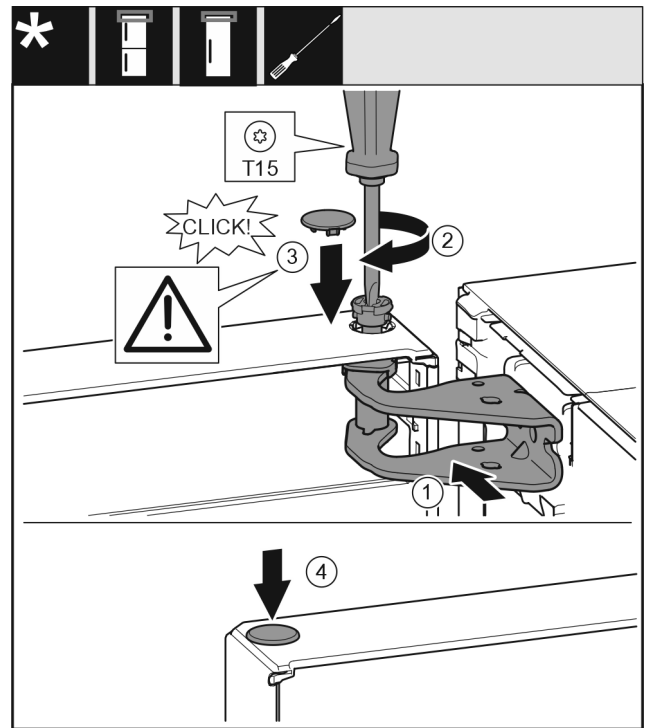

Fig. 30
- Aligner la porte en haut sur l'ouverture du support de palier Fig. 30 (1).
- Insérer l'axe Fig. 30 (2) et le serrer avec un tournevis.
- Installer le couvercle Fig. 30 (3).
- Vérifier que le couvercle Fig. 30 (3) repose bien sur la porte.
- Installer le couvercle Fig. 30 (4).